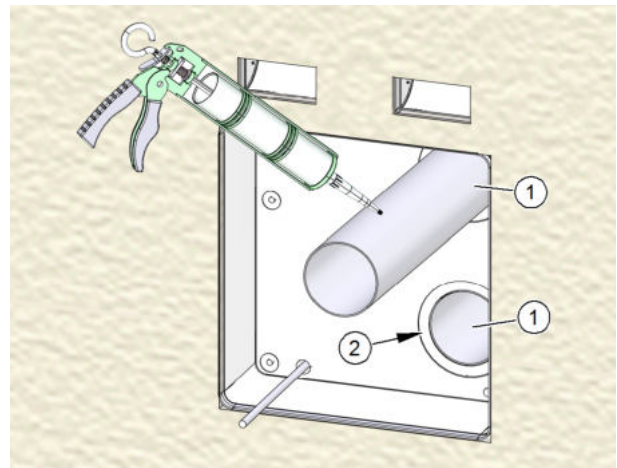

Abb. 29: Lüftungsrohre einsetzen und fixieren
- ▶ Tragen Sie dauerelastischen Dichtstoff auf die äußere Hülle der Lüftungsrohre (Pos. 1 in Abb. 29) auf.
- ▶ Schieben Sie beide Lüftungsrohre mit Drehbewegungen soweit in die Öffnungen des Mauerkastens ein, dass sie bündig abschließen (Pos. 2 in Abb. 29).